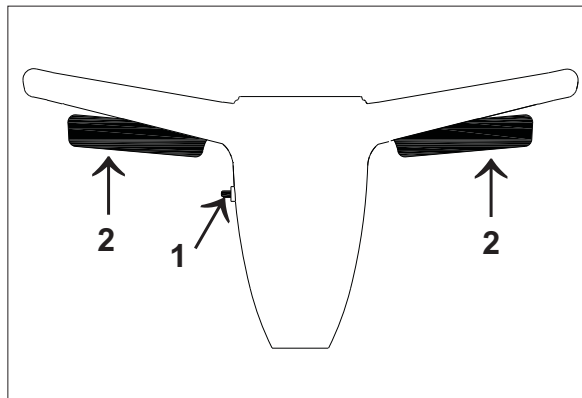

Figura 3
Se opera el interruptor arranque/parada con el cerrojo de seguridad (1) y las palancas (2) debajo de los maniguitos de la empuñadura. Véase figura 3.
3. Pulse el botón del bloqueo de seguridad (1) y apriete una de las palancas (2). Véase figura 3.